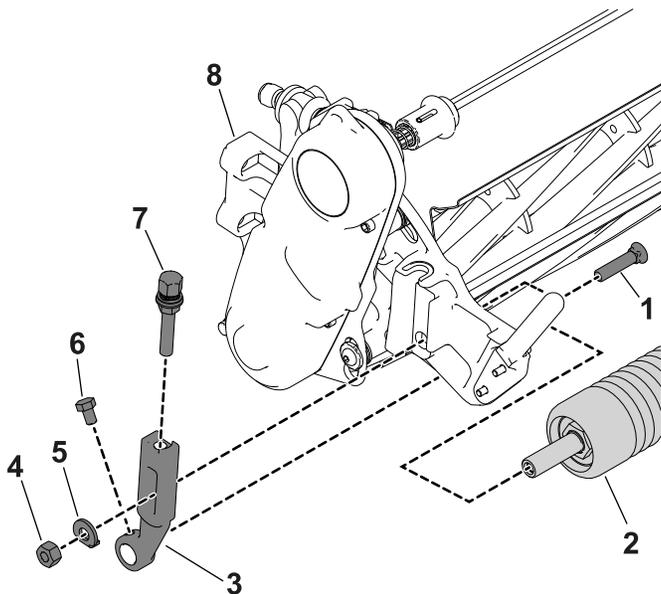

Bild 3
1. Entfernen Sie die Befestigungsschraube, Scheibe und Mutter, mit denen einer der Schnitthöhenarme an der Seitenplatte der Schneideinheit befestigt ist (Bild 3).